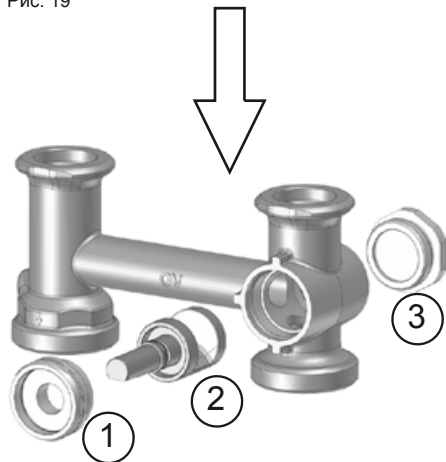

Рис. 20
5. Проверьте положение вентиляльной вставки. Ее плоская сторона должна указывать вниз и быть выровнена по горизонтали (Рис. 20). В этом положении вставка перекрывает подающую линию.